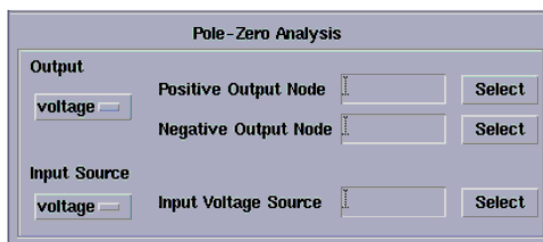

图 6.4 “PZ” 分析端口设定
3. 在对话框的“Output”节选定输出端口。在如图 6.4 所示的下拉菜单中可以选择“Voltage”或者 “Probe” 类型。指定电压输出的方法如下：